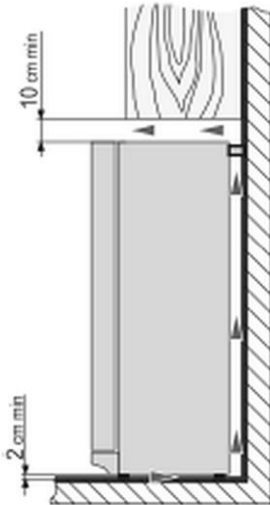

Fig. 3
- Håll ett avstånd på minst 10 cm mellan ovansidan av apparaten och eventuella föremål ovanför den (t.ex. skåp) (fig. 3).